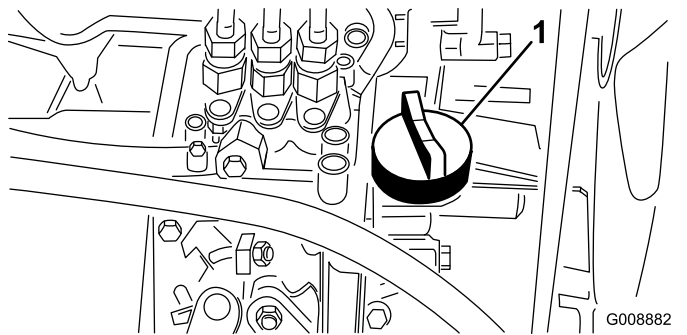

図 29
4. オイルの量が不足している場合は、補給口のキャップ 図 29 を取り、ディップスティックで油量を確認しながら少しずつ、FULL マークまで補給する。